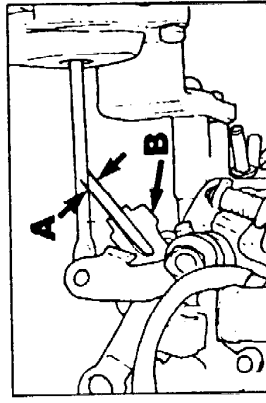

Рис. 7 Установка частоты вращения холостого хода холодного двигателя
- Если величина зазора выходит за допустимые пределы, произведите регулировку уменьшая или увеличивая зазор "А" на вилке (В, Рис. 7).